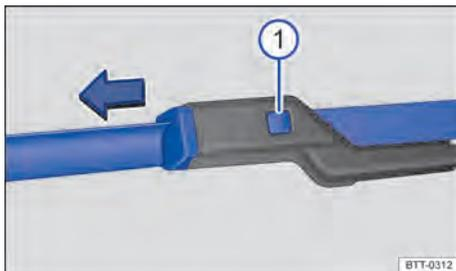

Fig. 99 Substituir as palhetas dos limpadores do para-brisa.
- Manter o botão de destravamento → Fig. 99 ① pressionado e, ao mesmo tempo, puxar a palheta dos limpadores do para-brisa para fora, no sentido da seta.